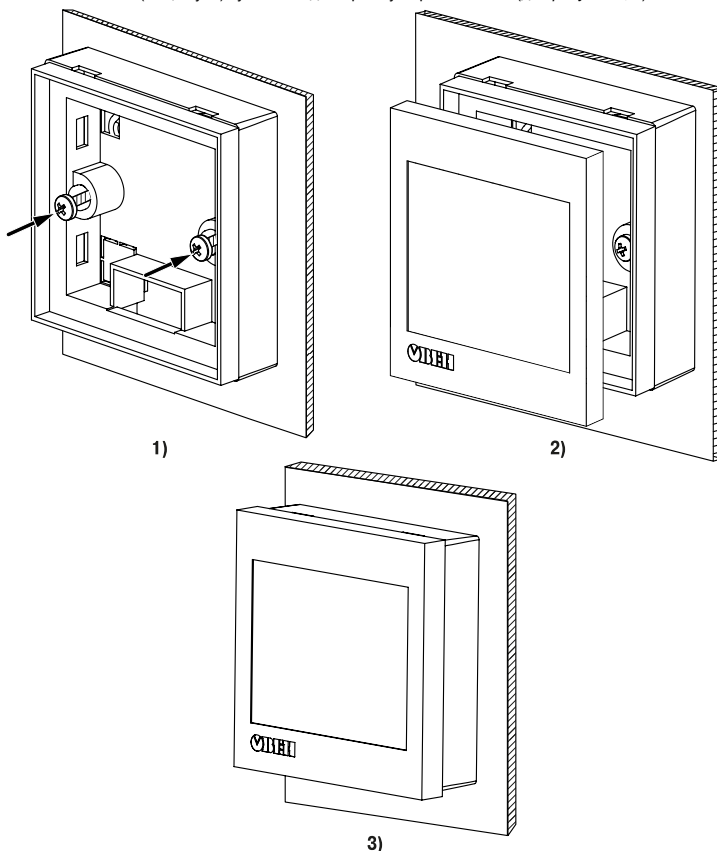

Рисунок 3 – Настінне установлення
3. Закріпити кронштейн і задню кришку на поверхні за допомогою кріпильних елементів з комплекту постачання (див. рисунок 3, 1).
4. Встановити (защипнути) пульт на задню кришку з кронштейном (див. рисунок 3, 2).